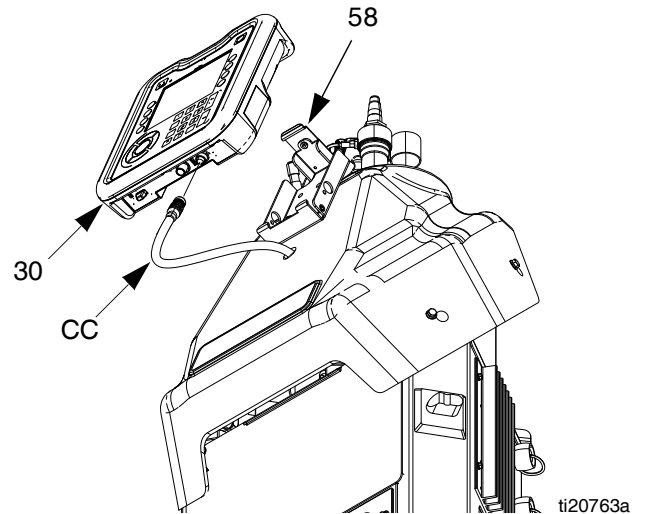

图 48
2. 断开电缆 (CC) (位于 ADM (30) 底部)。参见图 48。
3. 从支架 (58) 上卸下 ADM。